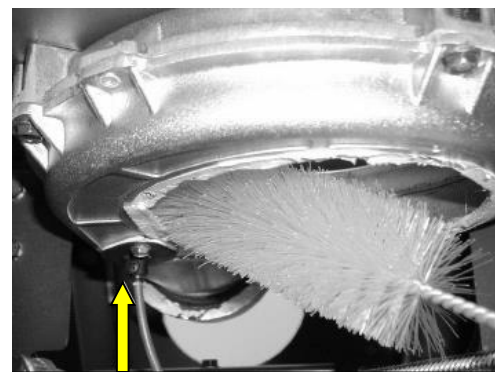

Abb. 93: Reinigung Gebläsegehäuse und bei S light auch Rauchgasfühler
3. **Nur bei PO 03 mit S light:** Tauchhülse des Rauchgasfühlers mit einer Reinigungsbürste reinigen (siehe Abb. 93), da-